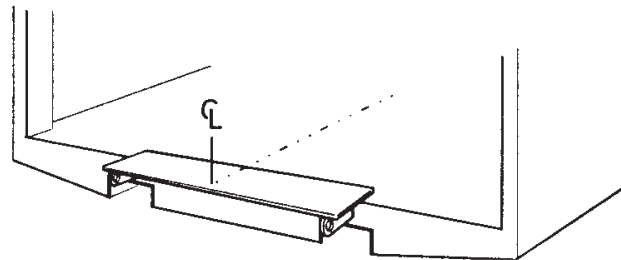

Figura 11. Apernar o soldar el accesorio de montaje en la barra trasera No. ref. 60536 para Z 10-135
2. Apernar o soldar el accesorio de montaje en la barra trasera, de modo que cada punto central coincida, véase Figura 11.